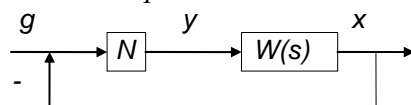

Рис.4.Исходная система для исследования
2. Для системы, представленной на рис.4,
3. Для системы, представленной на рис.4 (п.п а, б, в, г), определить зависимость статической ошибки от параметров нелинейностей.
4. Для системы, представленной на рис.4 (п.п а, б, в, г), построить фазовые портреты исследуемых нелинейных систем.